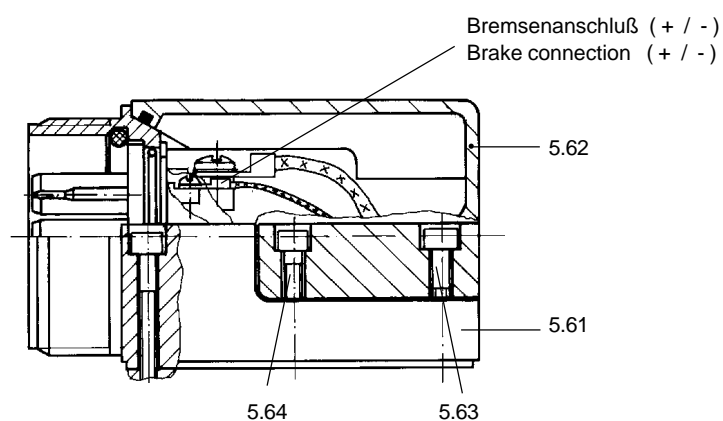

Fig. 107 Demontage / Montage der Bremsenanschlußleitungen
3.6.1 Demontage / Montage der Bremsenanschlußleitungen (s. Fig. 107)
3.6.1 Removing / Fitting the brake connections (see Fig. 107)